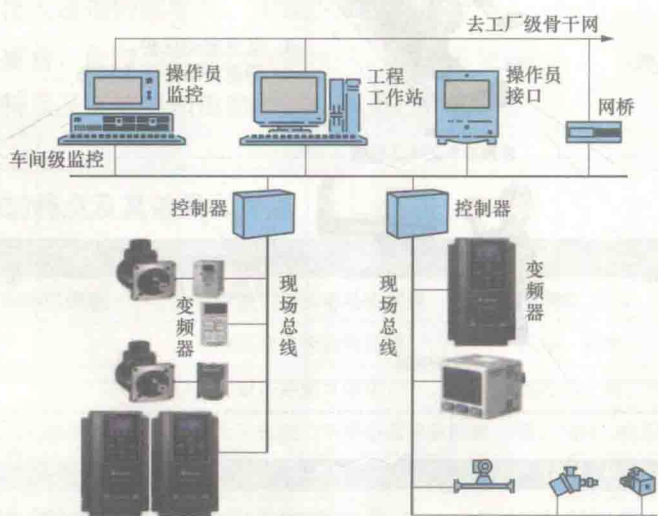

图1-3 变频器在现场总线的应用
(3) 网络化与智能化。尽管当前变频器单独适用的场合仍占多数,但作为工业生产过程中一个重要执行单元,变频器具有网络化运行的能力将成为工业自动化的趋势。目前,许多变频厂商的新产品都具有网络连接功能,通过选件形式支持多种现场总线,通过PC机方便地完成频率设定、参数设置、工作状态给定及在线监测、系统维护、远程诊断等功能。变频器在现场总线的应用如图1-3所示。